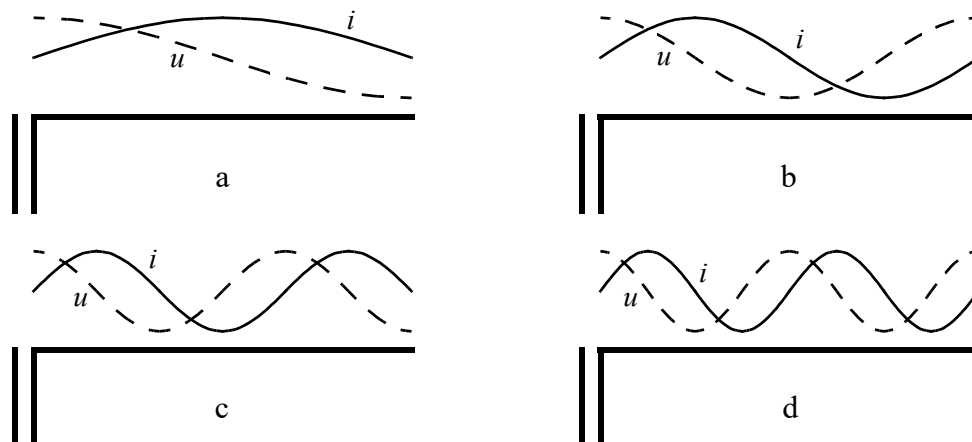

Figure 7.6 Répartition du courant et de la tension dans une antenne demi-onde. a) fondamentale, b) harmonique 2, c) harmonique 3, d) harmonique 4.
Voir la **Figure 7.6** pour les cas de la fondamentale et des harmoniques 2, 3 et 4. Bien entendu, si la tension est à un maximum, le courant est minimum à cet endroit (loi d'Ohm). Dans les 4 cas, la situation est identiques pour les deux extrémités du brin rayonnant (faible courant, forte tension).
- 7.9 Un point de haute impédance est le siège d'un faible courant et d'une forte tension (loi d'Ohm). Une antenne alimentée en tension est alimentée sur un point de haute impédance. Au point d'alimentation la tension est élevée, on parle d'un ventre de tension et le courant est faible, on parle d'un noeud de courant. Voir par exemple la **Figure 7.6**.